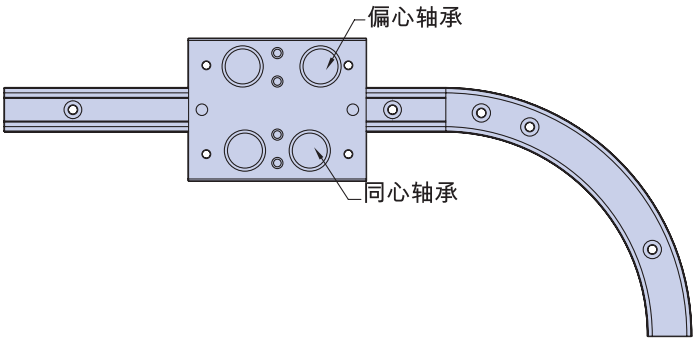

图 5.1 承载滑座板方向
5.1 组装承载滑座板之前，确保这些承载滑座板的方向正确（图 5.1）对于标准承载滑座，同心轴承应位于轨道系统内侧，而排列更加稀疏的偏心轴承应位于外侧。